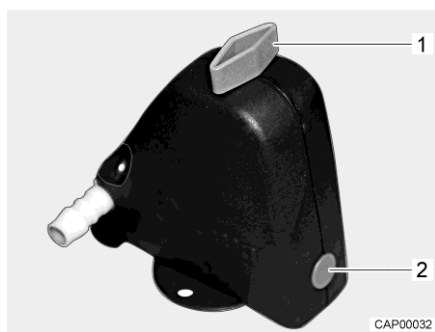
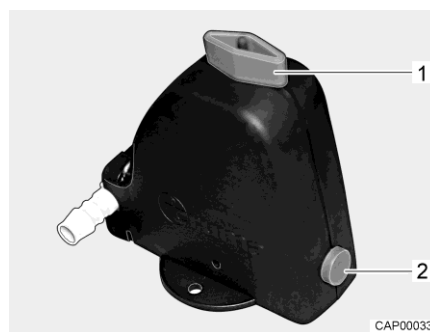

Fig. 90 Valve de sécurité et de vidange fermée
Fig. 91 Valve de sécurité et de vidange ouverte
- Ouvrir la valve de sécurité et de vidange (Fig. 90). Tourner le bouton rotatif (Fig. 90,1) dans le sens longitudinal par rapport à la valve de sécurité et de vidange. Le bouton-poussoir (Fig. 90,2) ressort. La valve de sécurité et de vidange ouverte est représentée à la Fig. 91.